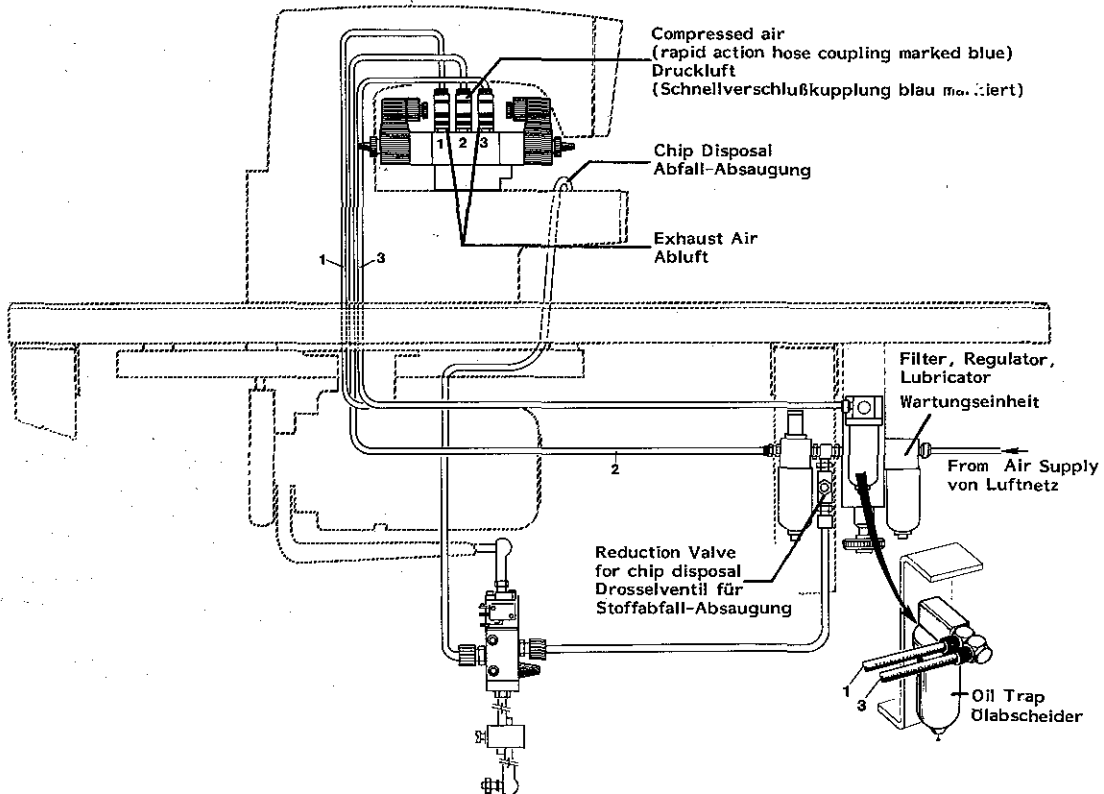

Fig. 3
4. Complete all pneumatic and electrical connections. For style 34800 TC see Fig. 2 For style 34800 TCC see Fig. 3
4. Stellen Sie alle pneumatischen und elektrischen Verbindungen her. Für die Maschine 34800 TC siehe Fig. 2 Für die Maschine 34800 TCC siehe Fig. 3